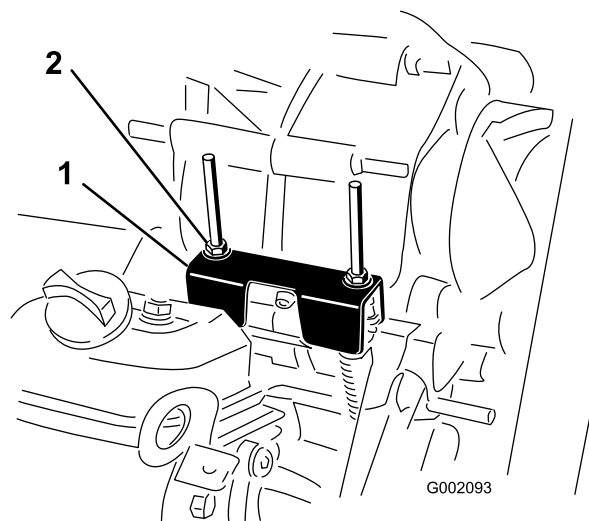

Figura 59
Para realizar operaciones de mantenimiento de rutina y/o diagnósticos del motor, debe ponerse el transeje en PUNTO MUERTO (Figura 59). El selector de marchas de la máquina dispone de una posición de PUNTO MUERTO, que controla el punto muerto del transeje. Deben tomarse las siguientes medidas para asegurarse de que la palanca de cambios acciona correctamente el punto muerto del transeje:
2. Asegúrese de que la plequina de punto muerto está en posición de PUNTO MUERTO (nivelada respecto al soporte de montaje del cable situado debajo del soporte del cambio de marchas) girando el embrague arrastrado (Figura 59).
3. Gire una de las contratuercas (Figura 59) para obtener un espacio de 0,762 a 1,524 mm entre la parte inferior de la tuerca/arandela y la plequina de punto muerto.